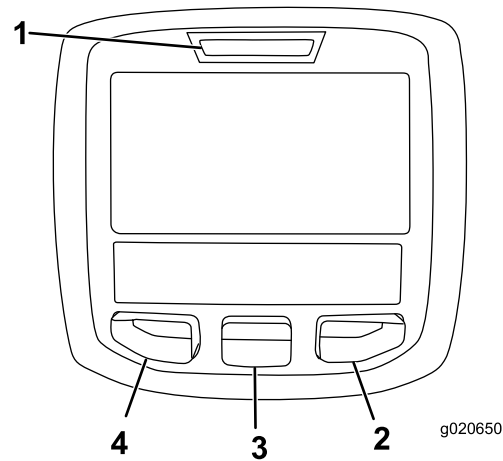

Figura 23
O ecrã LCD InfoCenter mostra informações acerca da máquina, por exemplo, o estado de operação e vários diagnósticos e outras informações acerca da máquina (Figura 23). Existe um ecrã de inicialização, ecrã de informação principal, ecrã de informação do motor da unidade de corte (UC) e ecrã de informação da tração.